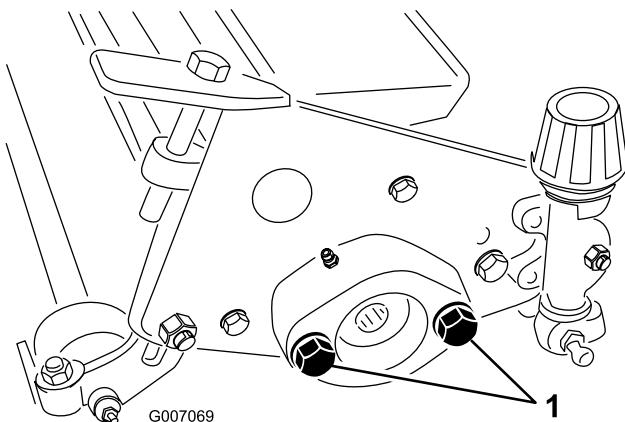

図 8
- B. リール駆動モータの取り付けネジの突き出し高さを調整する；それぞれのネジが、13 mm 程度ねじ山を残して突き出しているればよい（図 8）。